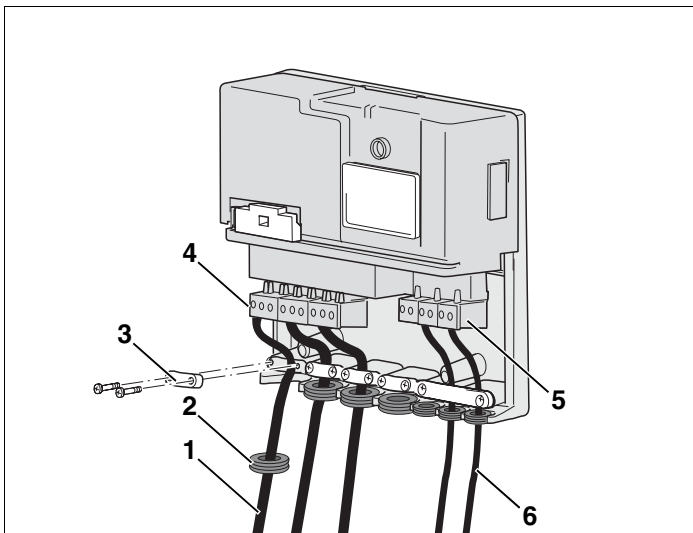

Fig. 11 Effectuer le raccordement électrique
- Glisser d'abord les douilles en caoutchouc (fig. 11, **pos. 2**) sur le câble.
- Câbler correctement le câble de raccordement au réseau (fig. 11, **pos. 1**), le câble Bus (fig. 11, **pos. 6**) et les autres composants aux bornes (fig. 11, **pos. 4 et 5**) du module de fonction selon le schéma de raccordement.
- Visser le serre-câble correctement (fig. 11, **pos. 3**) avec les colliers joints à la livraison.